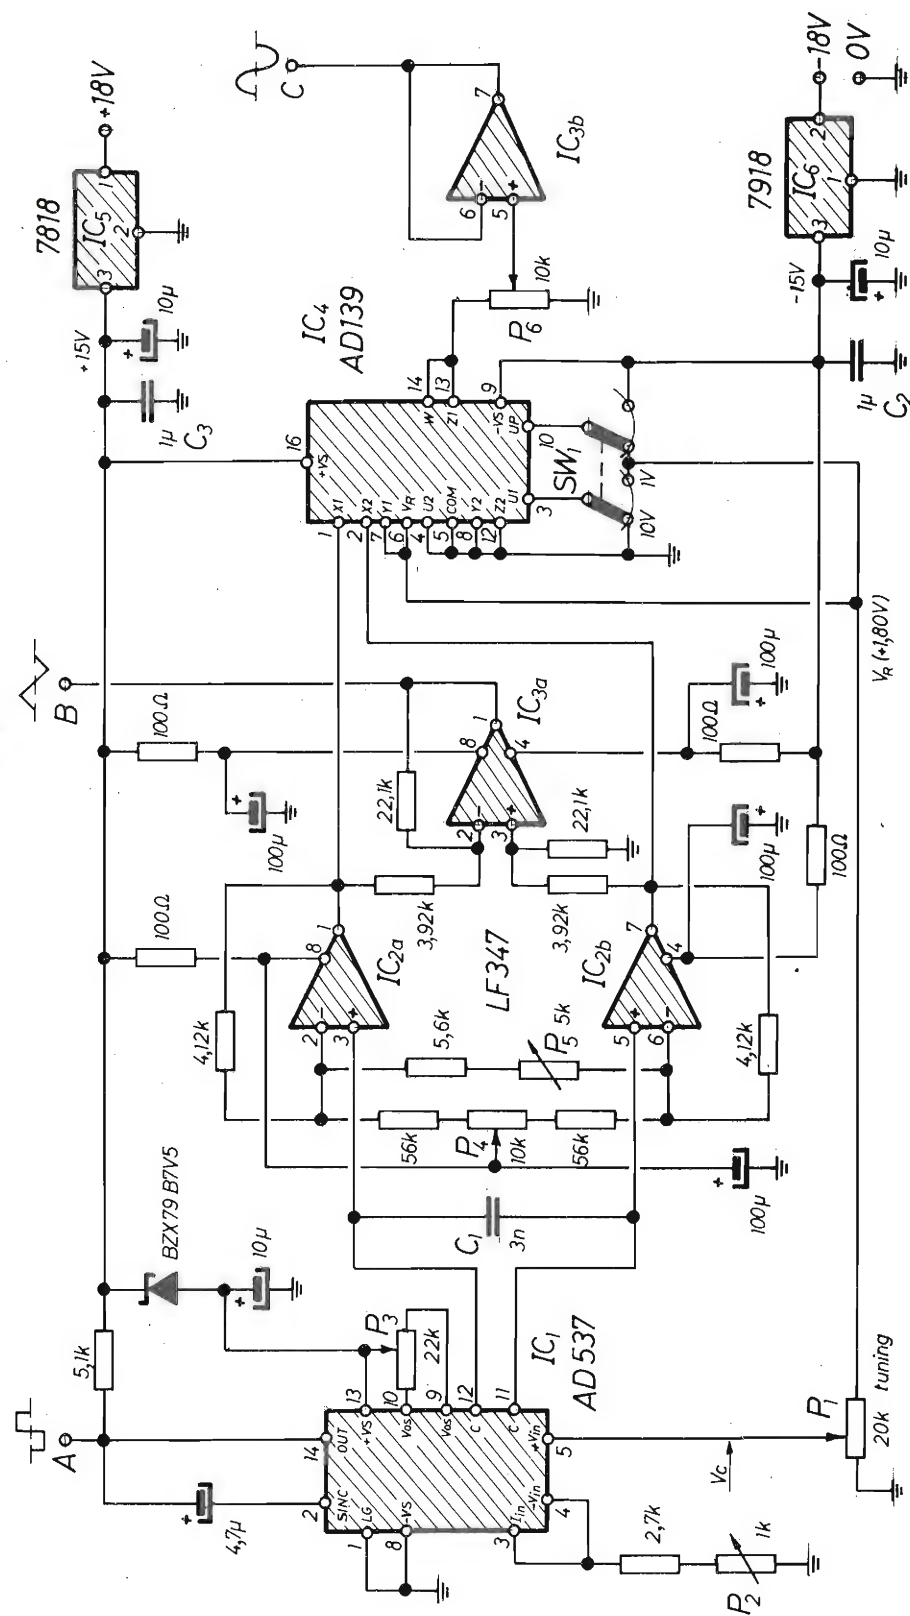
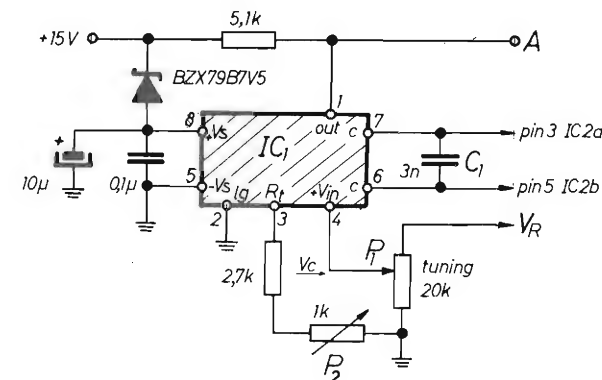

figura 1 - Schema elettrico.
figura 3 - Sostituzione di IC1 di figura 1 con l'AD 654.
Lo schema elettrico del generatore audio equipaggiato con l'AD 639 e l'AD 537, è riportato a figura 1. Si osservi che l'AD 537 (IC1) è seguito da un amplificatore differenziale costituito dagli operazionali IC2a, IC2b, IC2c; questo perché il segnale presente ai capi del condensatore di temporizzazione (C1) dell'AD 537 non è ancora triangolare, bensì specificatamente «ternario».
Il valore di picco della tensione sinusoidale fornita dall'AD 639 può essere di 1V oppure di 10V, a seconda della polarizzazione applicata ai suoi reofori U1 (pin 3) ed UP (pin 10), polarizzazione che, nello schema di figura 1, viene impostata con SW1. L'AD 639 può anche venir interdetto (gating) portando il suo reoforo GT (pin 11) ad almeno +1.5V; applicandovi una onda quadra di pari ampiezza è perciò possibile generare «treni» o «pacchetti» di sinusoidi.
Collegato come in figura 1, l'AD 537 è un vero e proprio convertitore tensione/frequenza (VFC): la frequenza di ripetizione del segnale generato è funzione lineare della tensione controllo ( $V_c$ ) e, se il trimpot P2 è correttamente regolato, a  $V_c = 0V$  fa riscontro  $f = 0$  Hz.
Con questa disposizione circuitale (ma ovviamente anche con quella di figura 1) è possibile modulare in frequenza, cioè «swippare» il segnale sinusoidale d'uscita.
La sostituzione, in figura 1, dell'AD 537 con il più veloce AD 654 va fatta come mostra la figura 3.
- pag. 17, schema figura 1, invertire le posizioni di P2 e P3.